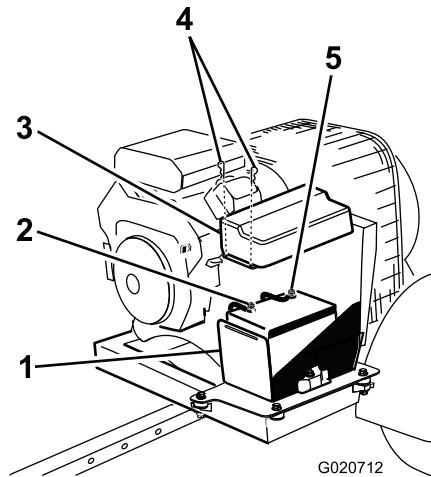

Figura 5
2. Ligue o cabo positivo (cabo vermelho) ao terminal positivo (+) (Figura 5).
3. Ligue o cabo negativo (cabo preto) ao terminal negativo (-) da bateria (Figura 5).